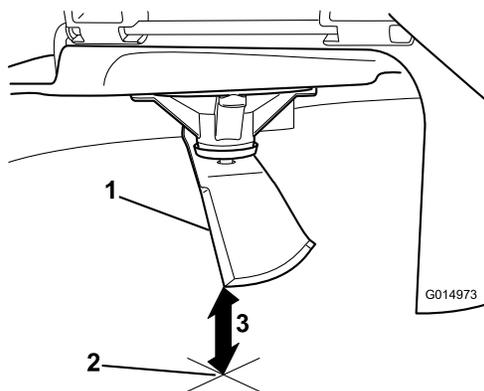

**Figura 101**
4. Gire la misma cuchilla 180 grados de manera que el otro extremo esté en la misma posición (Figura 101).